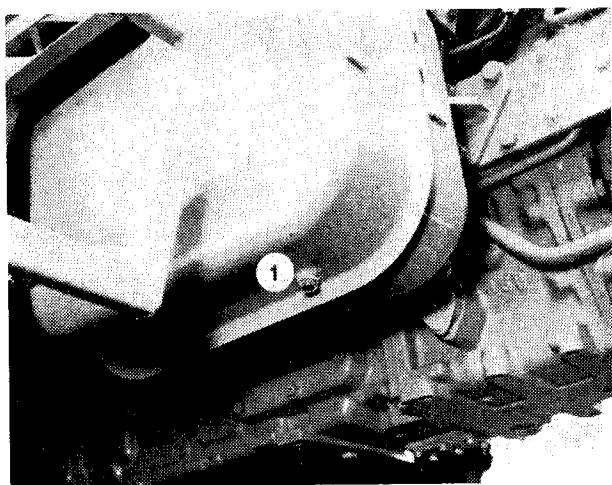

Fig. 6
2. Vis de vidange du carburant hors du réservoir (fig. 6/1).